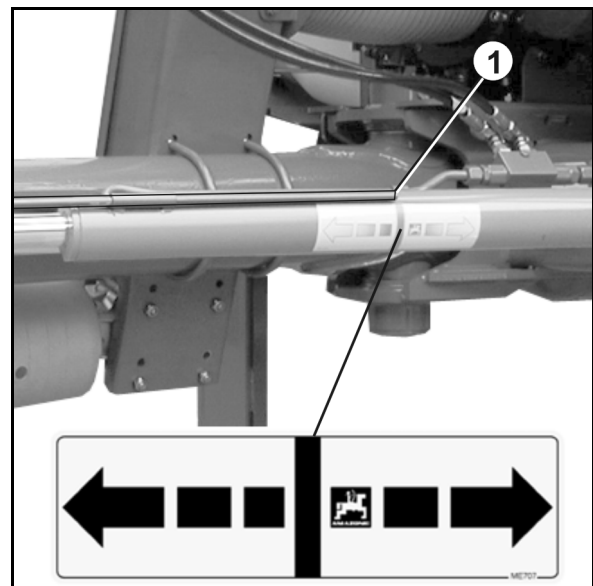

Fig. 39
1. Aktivér traktorens styreanordning *blå*, indtil trækstangen er i nulstilling (Fig. 39/1).